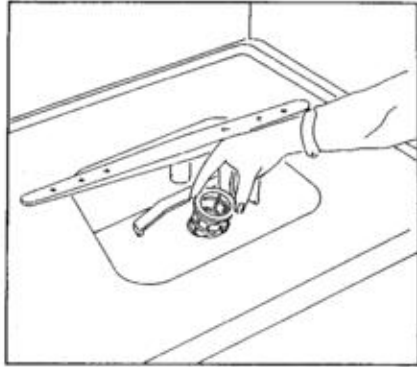

Fig. 15
- A) Ôter le petit panier (fig. 15).